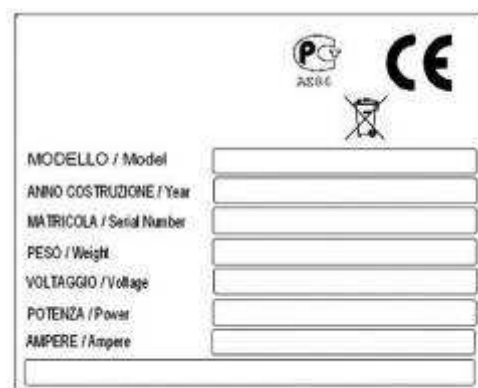
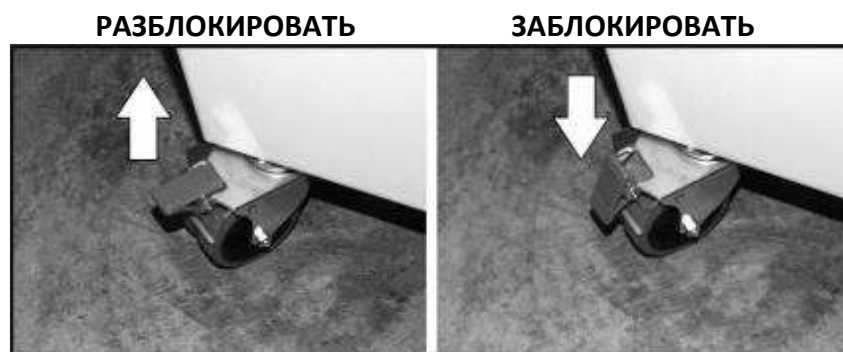

Рисунок 5
Рисунок 7
Паспортная табличка (шильдик) - это табличка Рисунок 5, на которой нанесены нестираемые надписи: маркировка ЕС, общая информация о производителе, модель оборудования, серийный номер, год изготовления, вес, общие данные об электрических соединениях. Табличка крепится на тыльной части оборудования.
Для перемещения груза на/из транспортного средства необходимо использовать автопогрузчик, предназначенный для поднятия грузов соответствующего веса; вставить вилы автопогрузчика внутрь поперечных планок паллета как указано на Рисунок 7 Снять с оборудования упаковку; проверить состояние и целостность оборудования; разделить материалы по виду (пластик, дерево и др.) и оставить их на хранении в специально отведённых для этого местах, доступ к которым разрешён только уполномоченному персоналу, в ожидании окончательной утилизации на специализированных предприятиях.
Необходимо обеспечить свободный доступ к оборудованию со всех сторон для проведения его очистки, регулировки и/или технического обслуживания/ремонта. Необходимо заблокировать два шарнирных колёса с тормозами, Рисунок 7, опустив соответствующие рычаги (только для моделей с цоколем)
- Для запуска прокатки теста необходимо повернуть рычаг из. 6 Рисунок 5 в направлении противоположном от того, в котором находится тесто; лента начнёт двигаться в том же направлении, что и цилиндры. Для реверсирования движения ленты достаточно переместить ручку на противоположную позицию относительно той, в которой она находится. Тот же критерий применяется для использования педали изменения направления движения рис. 7 Рисунок 5 (только для модели R55)
- В моделях с регулятором скорости (инвертором), необходимо выбрать необходимую для работы скорость посредством регулятора из. 4 Рисунок 5.